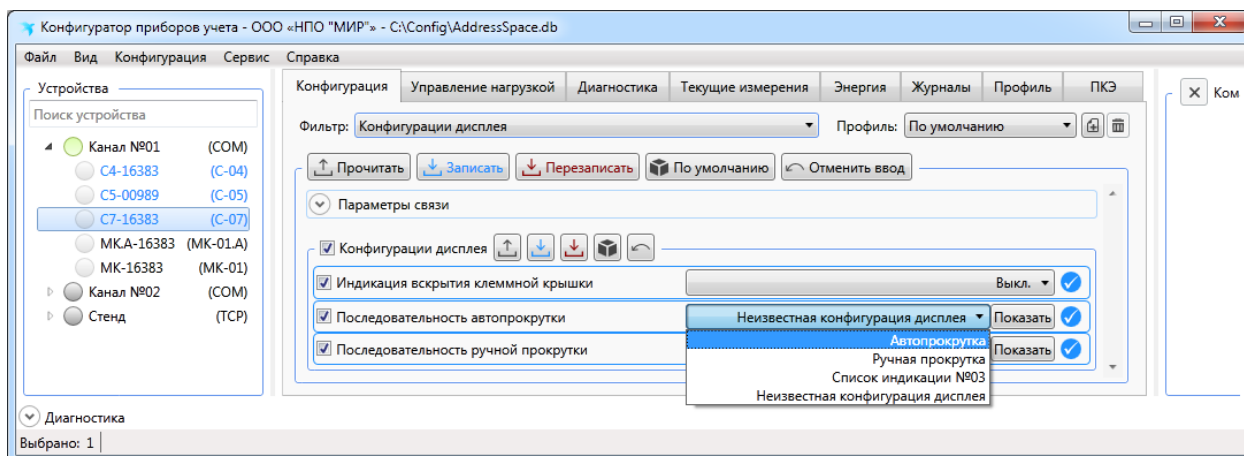

Рисунок 9.9 – Применение конфигурации дисплея
9.5.8.8 Для загрузки созданных конфигураций дисплея в счетчик выполнить следующие действия (рисунок 9.9):